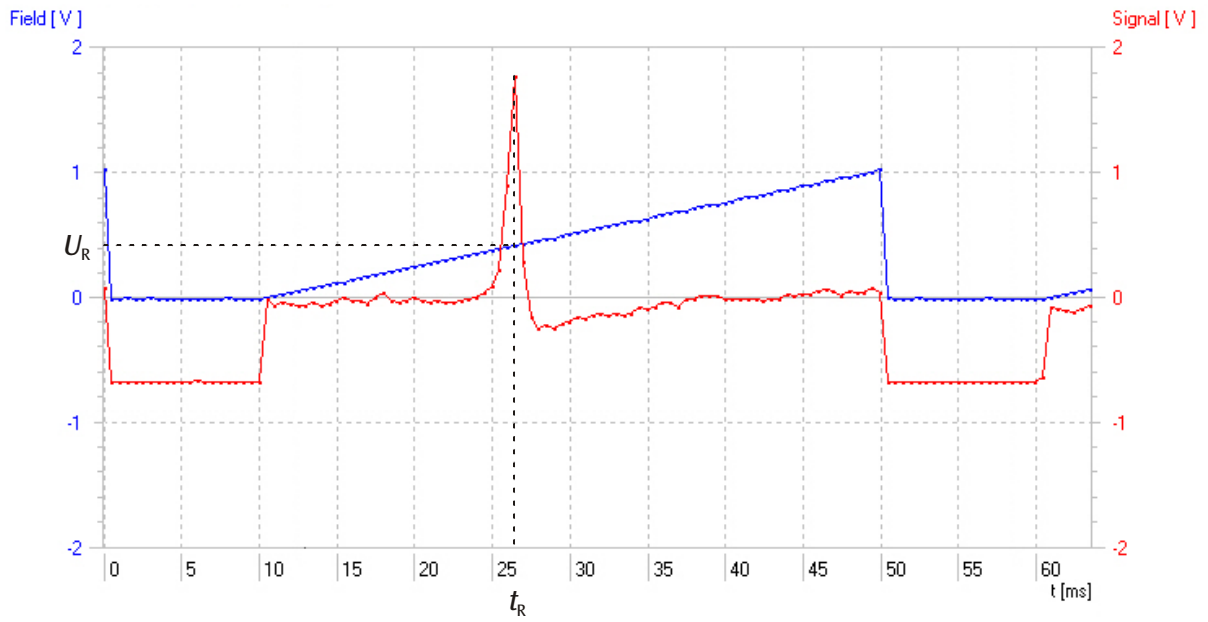

Fig. 6 Signalverlauf bei 40 MHz (rot: Absorptionssignal als Funktion der Zeit, blau: Spulenspannung als Funktion der Zeit)
- Resonanz-Spulenspannung  $U_R$  und zugehörige Resonanzfrequenz  $\nu_R$  notieren (siehe Fig. 6).